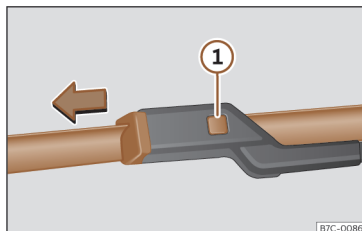

Fig. 184 Substituição das escovas do limpa-vidros.
- Mantenha pressionado o botão de desbloqueio >>> Fig. 184 ① puxando ligeiramente pela escova no sentido da seta.